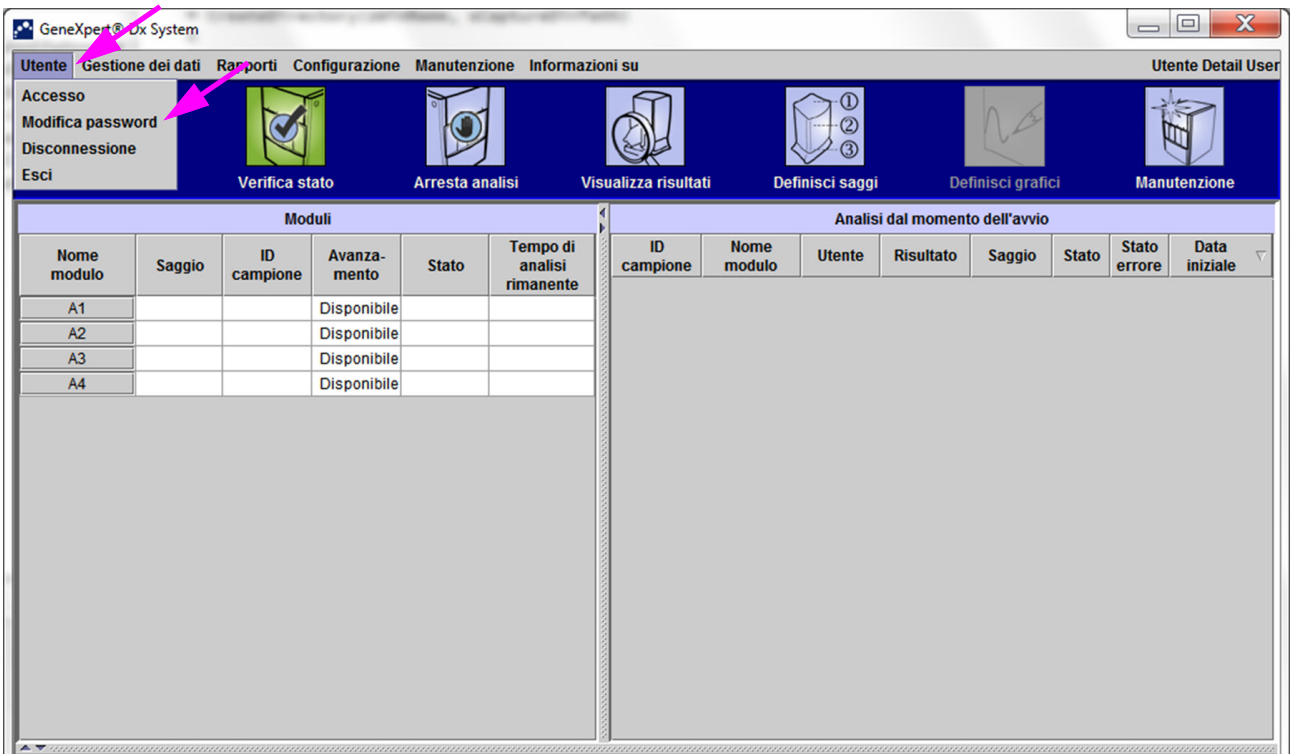
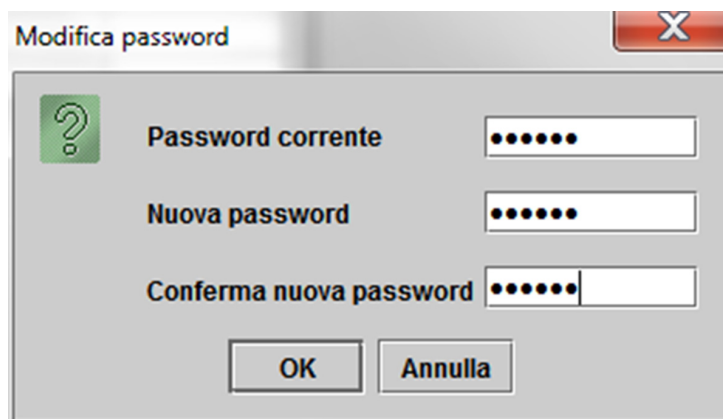

Figura 5-14. Menu Utente, Modifica password
Figura 5-15. Finestra di dialogo Modifica password
- 1. Nella finestra GeneXpert Dx System, fare clic su **Modifica password** nel menu **Utente**. Vedere la Figura 5-14. Viene visualizzata la finestra di dialogo Modifica password (vedere la Figura 5-15).